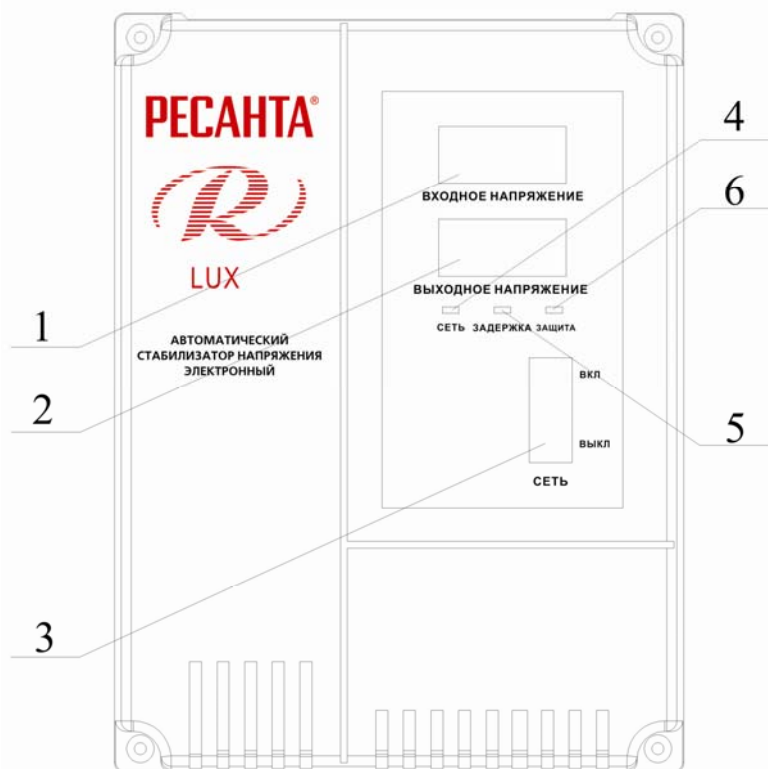

РИС. 2
3. Убедиться в том, что выключатель (рис. 2, поз. 3) находится в положении «выкл»;
5. Перевести выключатель (рис. 2, поз. 3) в положение «вкл» на 10 секунд;
6. Дисплей (рис. 2, поз. 2) должен показывать 220 В при работе стабилизатора в штатном режиме;
7. Перевести выключатель (рис. 2, поз. 3) в положение «выкл».
9. Установить выключатель (рис. 2, поз. 3) в положение «вкл». Обратите внимание, что напряжение на нагрузку будет подано с задержкой 3-6 сек.(время, необходимое стабилизатору для подстройки выходного напряжения).
1. Не горит индикатор «сеть»	1. Стабилизатор не подключен к сети. 2. Проверить, включен ли выключатель (рис. 2, поз. 3).